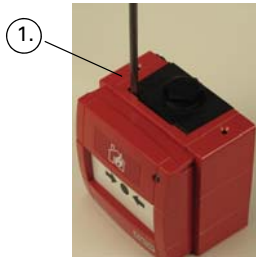

Fig. 3: FC421CP-I Rimozione
- 2 Posizionare il bordo di un cacciavite a testa piatta larga nella fessura tra il coperchio del pulsante di allarme e la retroscatola (vedere elemento 1 nella fig 3).